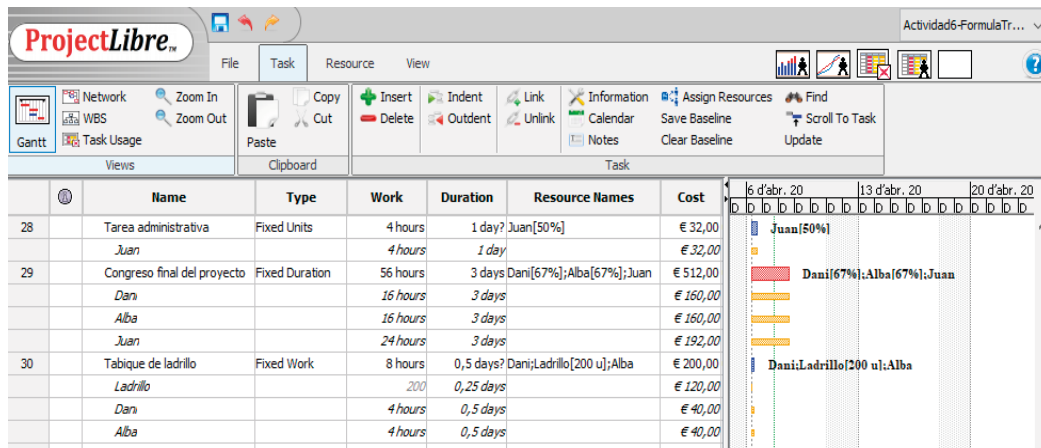

Figura 43.
3. *Show Assignments*. Desde el diálogo del botón derecho del ratón sobre el Gantt, se puede activar la opción *Show Assignments*, que mostrará un desglose detallado de los recursos asignados a cada tarea, tanto en la Tabla de tareas como en el Gantt, en este último con barras de color naranja. Este modo de visualización resulta muy útil durante la asignación de recursos, para ver en detalle las horas de trabajo, duración y coste asociados a cada uno de los recursos que intervienen en la tarea. Véase la figura 43.
ProjectLibre calcula automáticamente los costos asociados a cada tarea y al proyecto, en general. Para visualizar la información relativa a costos conviene insertar la *columna Cost* en la Tabla de tareas, tal y como se muestra en la figura 43. El campo coste es la suma de: